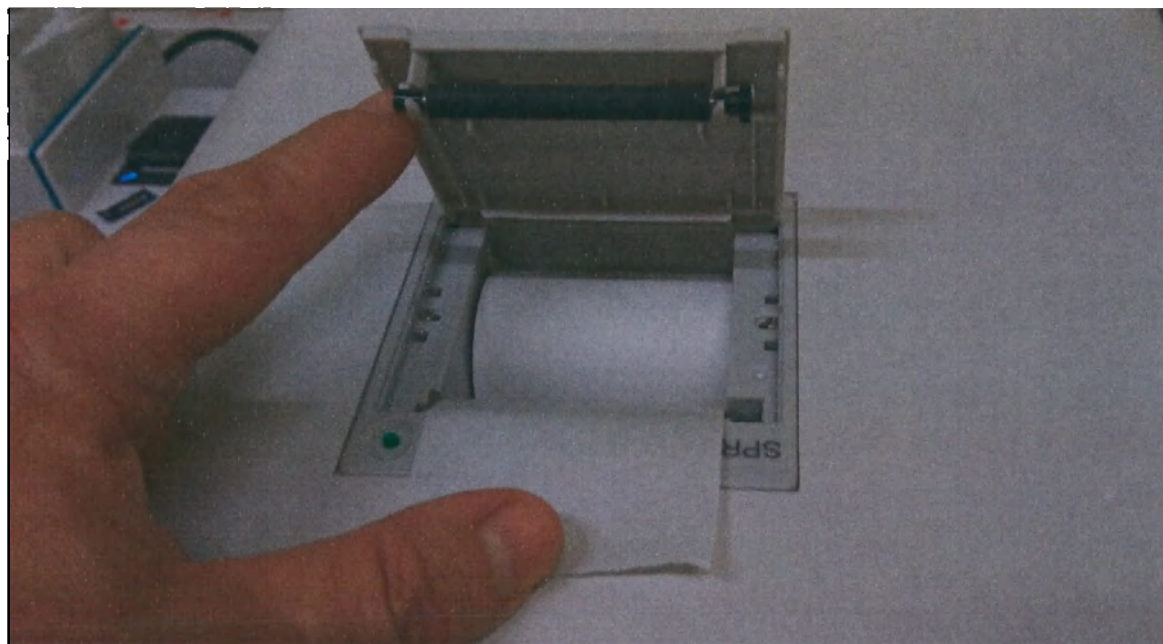

Рис.2.4-1 Установка бумажной ленты во встроенный термопринтер
- Установите новый рулон термобумаги в отсек, правильно расположив его внешней стороной бумажной ленты, предназначенной для термопечати, книзу в направлении к печатающей головке, расположенной в передней части термопринтера (Рис.2.4-1).